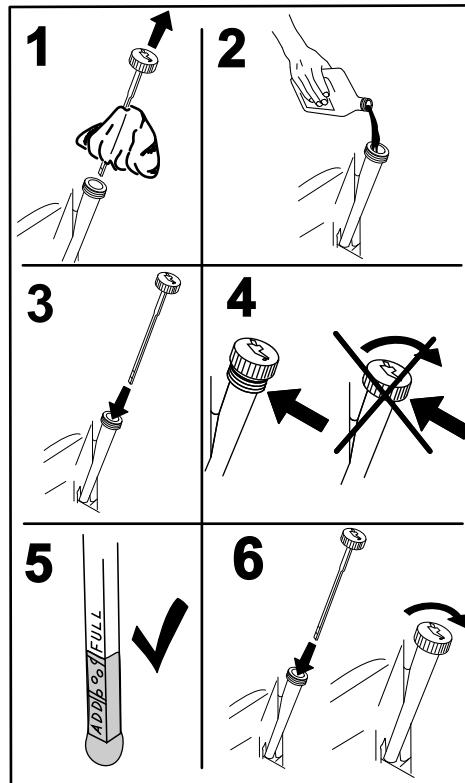

Figura 38
4. Retire la varilla y límpielo con un trapo limpio (Figura 38).